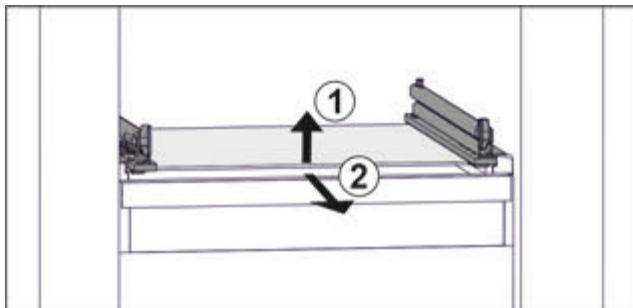

Fig. 65 Приближене відображення скляної пластини
- ▶ Підняти скляну пластину спереду. Fig. 65 (1)
- ▶ Вийняти скляну пластину рухом вперед. Fig. 65 (2)